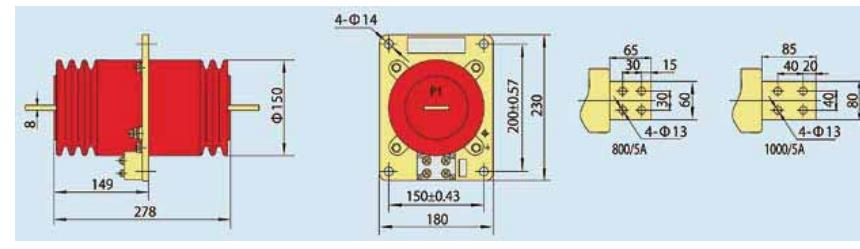

Рис. 6.3 Внешний вид и размеры трансформатора тока LA-10(Q) 800~1000 А
6.3 Внешний вид и размеры трансформатора тока LA-10(Q) 800~1000 А (см. рис. 6.3)